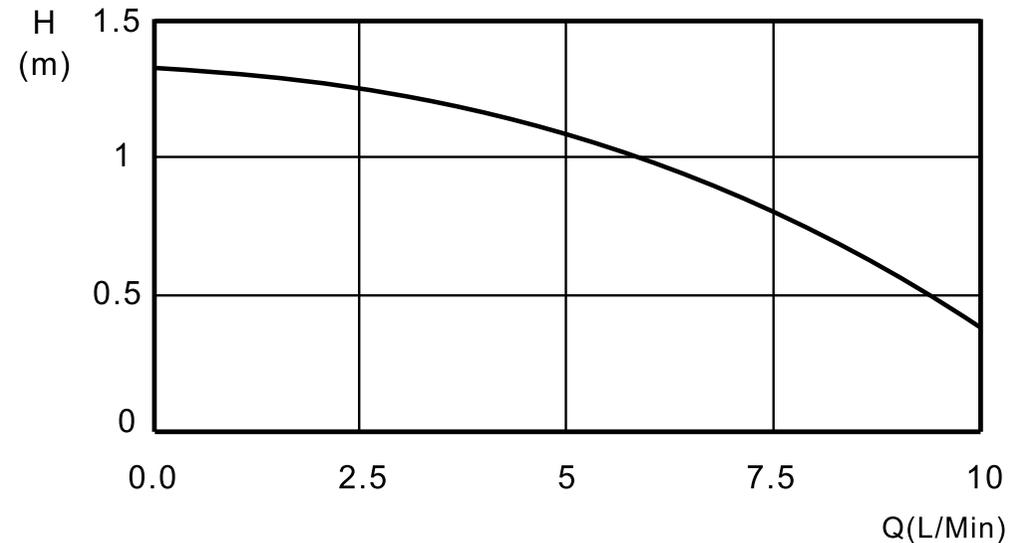

Рис.2. Расходно-напорная характеристика насоса.
4.3. Эксплуатация насоса должна осуществляться в пределах его рабочего диапазона, в соответствии с расходно-напорной характеристикой (см. Рис.2). Использование насоса вне рабочего диапазона может привести к перегреву двигателя и выходу его из строя.